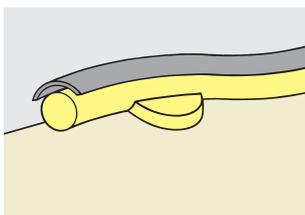

Fig. 3
- nelle costruzioni resilienti, il filo di stagno per lo scarico viene adattato occlusalmente su tutta la lunghezza della barra (Fig. 3). Dopo la zeppatura il filo di stagno scanalato viene tolto. Posizionare il numero desiderato di cavalieri.